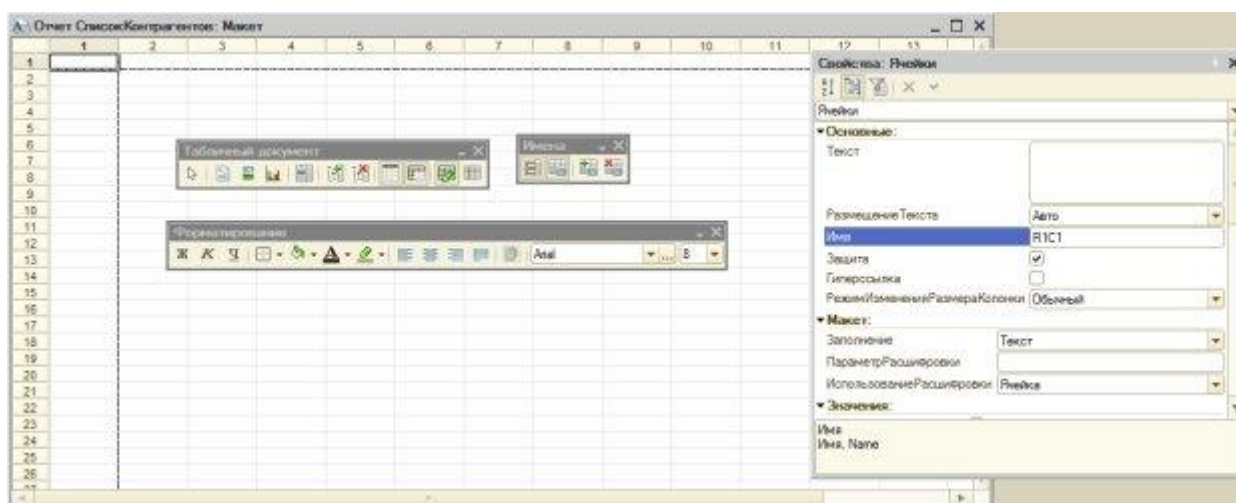

Рисунок 9.3 - Средства редактирования макета отчета
4. После нажатия на кнопку **Готово**, мы видим табличный редактор, Рисунок 9.3., очень напоминающий Microsoft Excel. Работая с ним, мы можем пользоваться стандартной палитрой свойств, а так же – панелями инструментов, в частности – **Форматирование, Табличный документ, Имена**. Наша задача сейчас – создать и отформатировать области, которые позже будут использованы для формирования готового отчета.